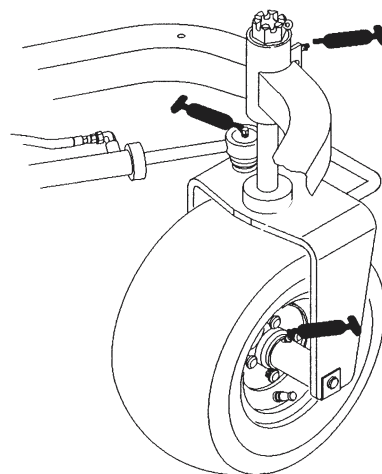
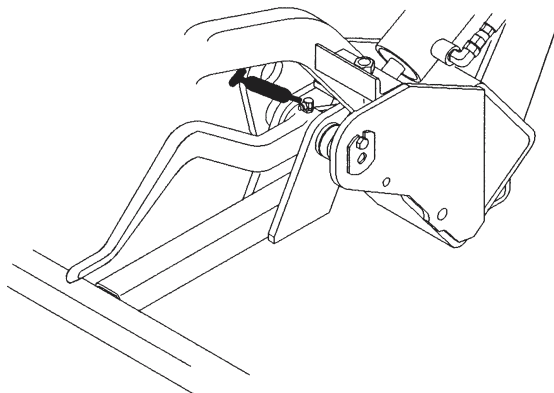
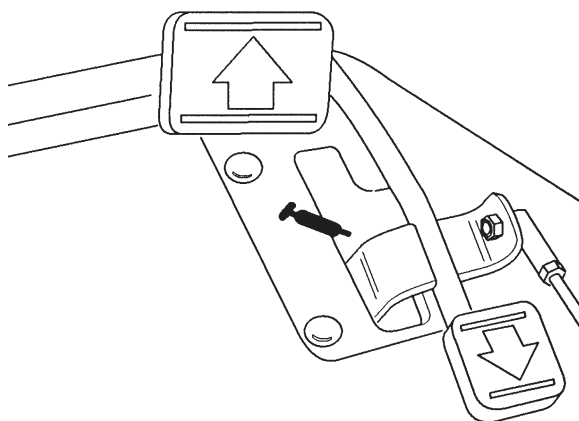

Fig. 16
Fig. 17
Fig. 18
Trekkenhetens smørepunkter: bakre hjulnav (1), hjullager (1), styresylinder (2) (fig. 16), løftearm (3) (fig. 17), trekkpedalens dreieledd (1) (fig. 18).